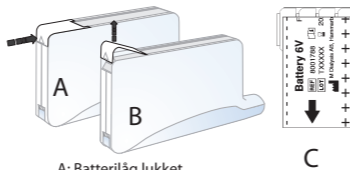

Fig. 2. A: Batterilåg lukket
1. Åben batterilåget ved at trykke med tommelfingeren i pilens retning (se Fig. 2)